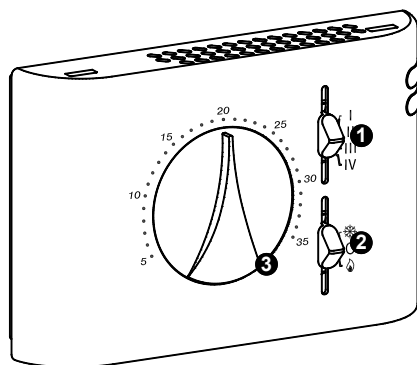

Fig. 1
SÉLECTEUR À 4 VITESSES (1) de Fig. 1)
SÉLECTEUR REFOULEMENT/ CHAUFFAGE (2) de Fig. 1)